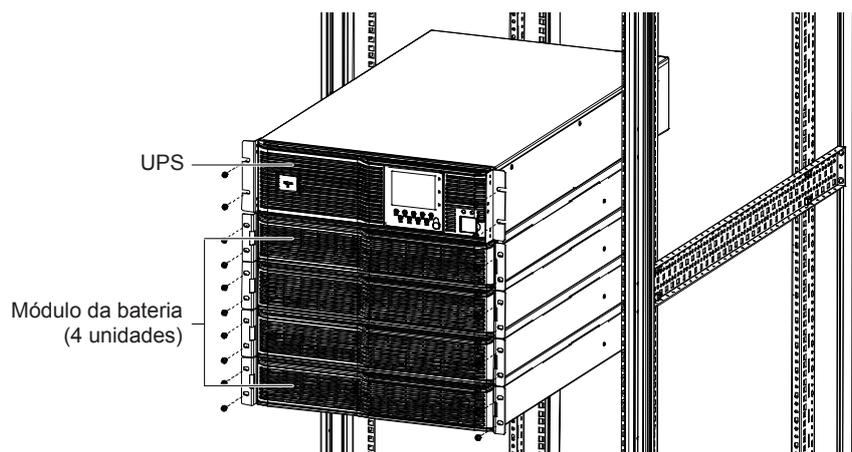

Figura 2-10 Instalação do UPS com módulos da bateria
- Coloque os módulos da bateria primeiro, começando pela parte de baixo, e depois coloque o UPS na parte de cima, como mostra a Figura 2-10.